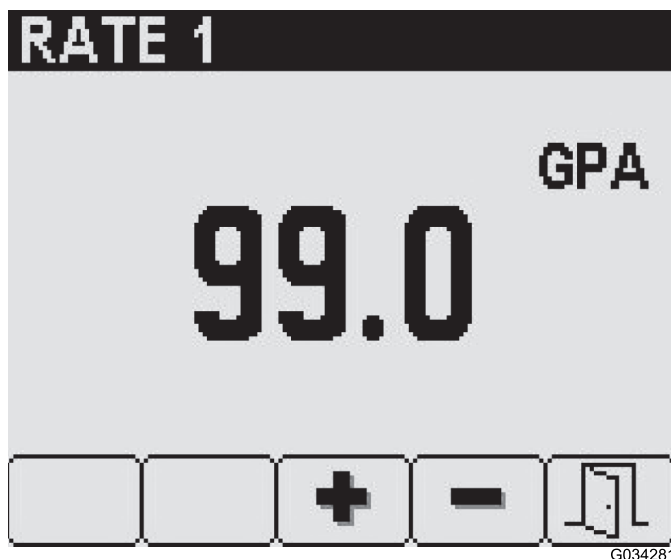

Figura 8
3. Nella schermata per il volume selezionato, utilizzate i pulsanti 3 e 4 per impostare il volume desiderato (Figura 8).